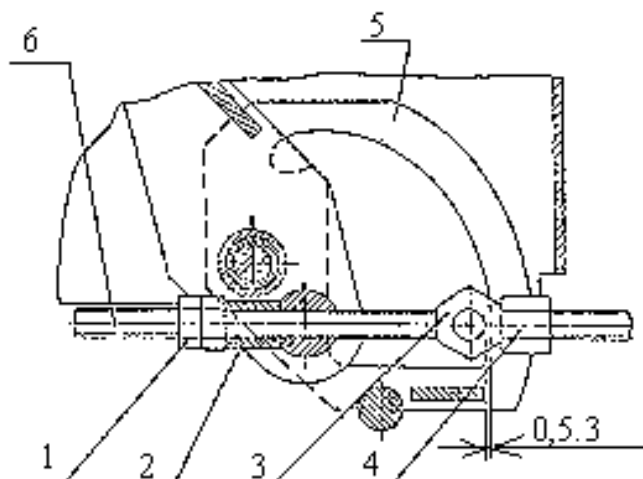

Рис. 8
- \* ослабьте две контргайки ( см. рис. 8.) на тягаче привода тормозов,
3. 2. 5. Регулировка ручного ( стояночного ) тормоза. ( см. рис. 8 )
- \* при помощи гаек ( см. рис. 8 ) установите втулку до касания поверхности пальца рычага устройства управления ( см. рис. 2 ) при полностью выдвинутом плунжере и повернутом до упора в его торец тормозном рычаге,